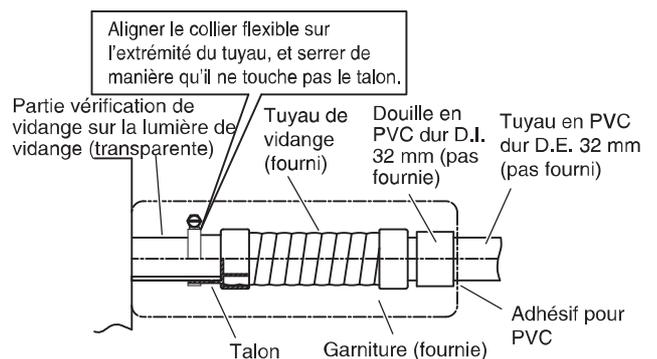

Fig. 3-24
Lors de cette opération, laisser un espace entre la prise de vidange et le tuyau en PVC pour permettre la vérification de la vidange. La lumière de vidange transparente de l'unité vous permet de vérifier la vidange. (Fig. 3-24)
- Insérer le tuyau de vidange jusqu'à ce qu'il touche la douille, de la manière indiquée en Fig. 3-24, puis le fixer à fond avec le collier flexible.
- Serrer les brides de durite pour que leurs écrous auto-serrants soient dirigés vers le haut. (Fig. 3-24)